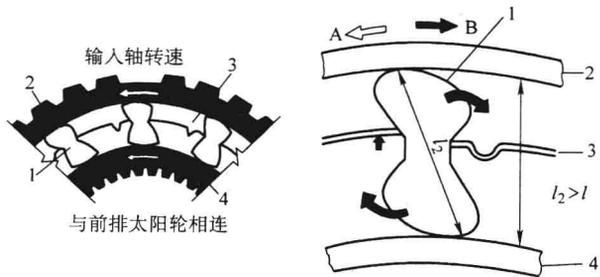

图 1-19 楔块式单向离合器的工作原理
(1) 楔块式单向离合器 楔块式单向离合器由内圈、楔块、保持架和外圈组成, 工作原理如图 1-19 所示, 楔块长端的长度大于内圈和外圈之间的距离, 而短端的长度小于内、外圈之间的距离。当内圈固定, 外圈沿图中 A 方向(逆时针)旋转, 摩擦力使楔块向倒下的方向转动, 楔块对外圈没有阻力, 外圈可以转动, 单向离合器的这种状态为超越状态; 当外圈沿图中 B 方向(顺时针)旋转, 摩擦力使楔块向立起的方向转动, 便内圈和外圈卡死连为一体, 外圈不能转动, 单向离合器处于锁止状态。